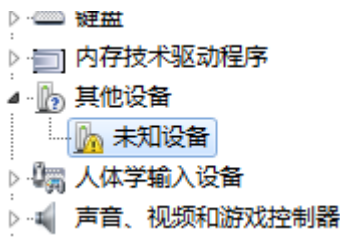

图 1.10 设备管理器显示图
2. 此时查看设备管理器中，应该能看到如下所示的一个未知设备，如下图 1.10 所示。